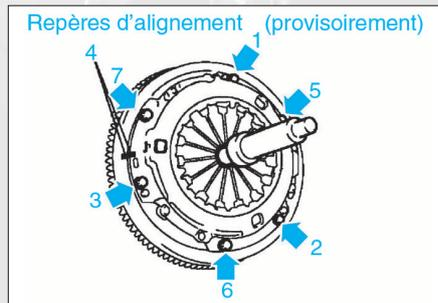

FIG. 4
- Mettre en place le mécanisme (respecter le repérage) et serrer ses vis de fixation en diagonale (en commençant par la vis située près de la goupille de butée) et par passes successives jusqu'au couple prescrit (fig. 4).